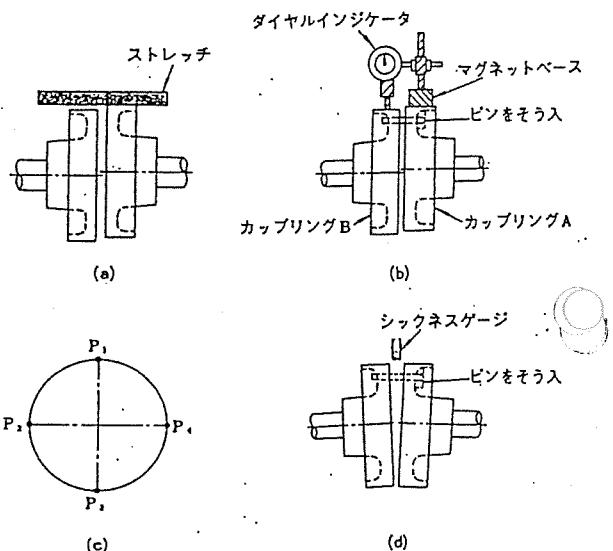

図3 心出し要領説明
- (1) モータ側と相手機械側両方のカップリングに合マークがあれば、その位置を合わせます。
- (2) 図3(a)に示すように、カップリング外周の上下および左右の各位置にストレッチを当てて、目視によってカップリング外周の段差による振れが認められなくなるまで両軸の中心を合わせます。
- (1) 図3(b)に示すように、カップリング直結用ピン1本をカップリング穴にそう入します。
- (2) ダイヤルインジケータ保持具のたわみ量を測定します(たわみ量の測定要領については、前ページの図内をご参照ください)。
- (4) その針の位置にダイヤルインジケータの目盛り0を設定します[図3(c)のP₁点を基準にして測定する場合]。
- (5) 両方のカップリングを同時に回しながら、図3(c)のP₂、P₃、P₄点の指示値を出します。上下方向のP₁とP₃点、左右方向のP₂とP₄点それぞれの指示値の差の1/2が心狂いの値になります。
- (6) つぎにカップリングA、B間(面間)のすき間が平行になっているか(斜交していないか)を調べます。
- (7) 方法としては、図3(d)に示すようにシックネスゲージを用いて、まずP₁点を測定し、つぎに双方のカップリングを同時に回してP₁点をP₂点に90°移動させ、停止した状態でP₂点を測定します。同様にP₂点からP₃点へ、P₃点からP₄点を測定します。
- (8) 各点の測定値の差が第1表の値以下におさまるように、上下はライナで、左右はモータ本体またはベッドを動かして調整します。